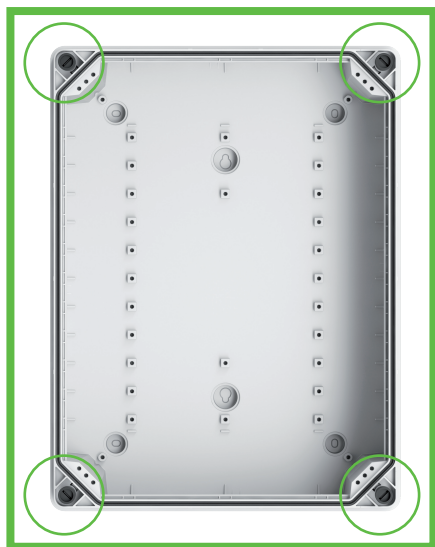

Imagen 4: Puntos de fijación
- ▶ Marque los puntos de fijación (Imagen 4).